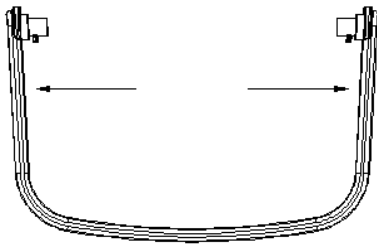

Fig.1
- 1) Sujete ambos lados del mango que se muestra en flechas con las manos y jálelos hacia afuera (vea la Fig. 1).